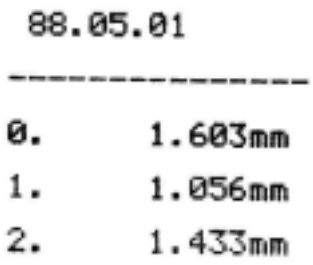

图 3-9
8. 按 Print 键，打印机打印出当前点号以前的所有测量结果（包括当前点号所对应的值），图 3-9 所示为测量三个数据后的打印结果；